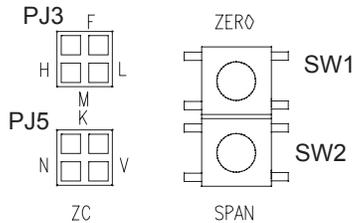

图 5 使用模式和量程选择开关
使用模式和量程分别由2个跳线开关选择，PJ3和PJ5，见图5。
如果LCD显示模块被安装,并且用户使用在风速测量模式下,K系数就可以调整。此时,需要设置K系数调整模式。即将PJ5的跳线设置在位置“K”,见图5。此时,LCD显示的是皮托管的K系数。这时,就可以调整该K系数了。方法是连续按下“ZERO”和“SPAN”按钮(此时该二个按钮分别相当于“UP”和“DOWN”按钮,即增加和减小),直到需要的K系数被设定好(在LCD上可以看到这个过程)。此时,重新设置PJ5的跳线开关到风速位置“V”。不可以把该跳线开关留在位置“K”。工厂设定的K系数是1.0。其可以调节的范围是0.5-3。
为此,需要设置调整时间常数模式。即将PJ3的跳线开关设置在位置“F”,见图5。此时,LCD会显示该时间常数。这时,就可以调整该常数了。方法是连续按下“ZERO”和“SPAN”按钮(此时该二个按钮分别相当于“UP”和“DOWN”按钮,即增加和减小),直到需要的时间常数被设定好(在LCD上可以看到这个过程)。此时,再重新将该跳线开关恢复到原来的位置。不可以将此开关留在“F”位置上。工厂设定的该常数是0.5秒。
本产品可以由用户自行重新校准。校准按钮是调零按钮“ZERO”和调量程按钮“SPAN”,见图5。共4个参数可以被重新校准:输入压差零点、输入压差满量程、模拟输出零点(即0V或4mA)和模拟输出满量程(即10V或20mA)。输入压差和模拟输出是分别校准的。这些被重新校准的参数都会存储在非易失存储器中,不需要外部电源或电池保持。同时,出厂时的原始设置参数也会永久保存,以便随时恢复。
**校准模拟输出的零点**-首先把跳线开关PJ3设置在“F”位置,把PJ5设置在“K”位置,见图5,然后连续二次按下“ZERO”按钮。该按钮必须在1秒钟内被均匀连续按下2次。过快按2次也不可以。按照产品输出形式的不同,此时,模拟输出应该在0V或4mA附近。这时,再通过连续按下“ZERO”和“SPAN”按钮(此时该二个按钮分别相当于“UP”和“DOWN”按钮,即增加和减小),直到用高精度电压或电流表测试出的电压或电流在0.00 V或4.000 mA。此时,再次同时按下“SPAN”和“ZERO”按钮,则完成本次校准。这时的模拟输出将正确反映当时的过程压差值。
**校准模拟输出满量程**-首先把跳线开关PJ3设置在“F”位置,把PJ5设置在“K”位置,见图5。并将高精度电压表或电流表与变送器输出正确连接,然后连续二次按下“ZERO”按钮。该按钮必须在1秒钟内被均匀连续按下2次。过快按2次也不可以。按照产品输出形式的不同,此时,模拟输出应该在10V或20mA附近。这时,再通过连续按下“ZERO”和“SPAN”按钮(此时该二个按钮分别相当于“UP”和“DOWN”按钮,即增加和减小),直到用高精度电压或电流表测试出的电压或电流在10.00 V或20.000 mA。此时,再次同时按下“SPAN”和“ZERO”按钮,则完成本次校准。这时的模拟输出将正确反映当时的过程压差值。